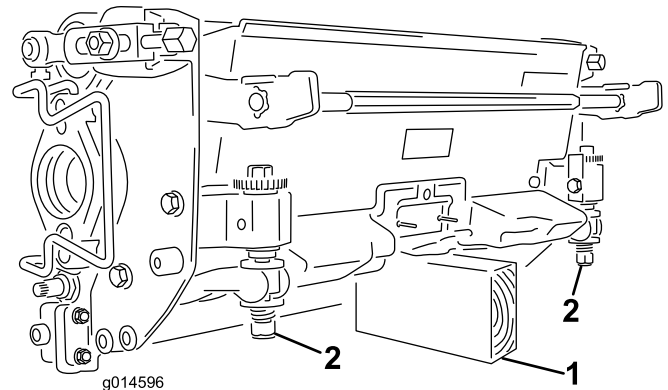

Рисунок 46
**Внимание:** Если необходимо наклонить режущий блок, подложите опору под заднюю часть режущего блока, чтобы гайки регулировочных винтов неподвижного ножа не упирались в рабочую поверхность (**Рисунок 46**).